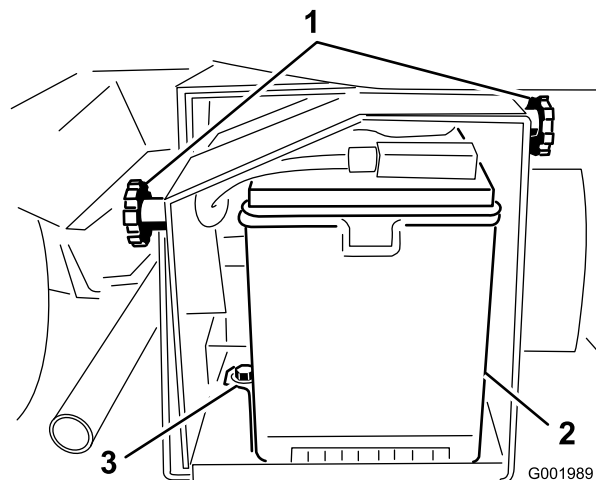

Figura 55
2. Allentate le manopole ai lati della cassetta della batteria e toglie il coperchio della batteria (Figura 55).
5. Togliete la cinghia della batteria e i dispositivi di fermo (Figura 55).
2. Montate la cinghia della batteria e fissatela con i dispositivi di fermo tolti in precedenza (Figura 55).
4. Montate il coperchio della batteria e fissatelo con le due manopole (Figura 55).
1. Allentate le manopole ai lati della cassetta della batteria e togliete il coperchio della batteria (Figura 55).